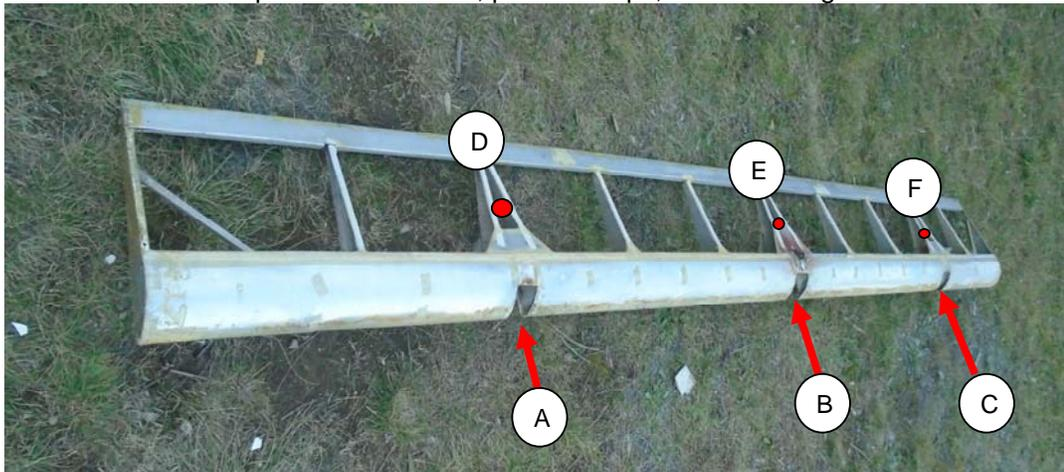

FIGURA 1
- b) Inspeccionen visualmente, por los sectores A, B y C (para alerones, en el caso de flaps, son solo dos bisagras) indicados en la FIGURA 1, el estado de las bisagras de los alerones y los flaps, prestando particular atención a cualquier señal de corrosión.
- f) En el caso que se detecte alguno de los defectos indicados en b), c) ó d), realizar orificios en el entelado, en los sectores D, E y F (para alerones, en el caso de flaps, son solo dos los sectores) indicados en la FIGURA 1. Una vez realizado esto, acceder con un boroscopio al larguero para determinar su estado. En el caso de confirmar la presencia de corrosión, reemplazar el larguero. (Ver recomendaciones en 2))